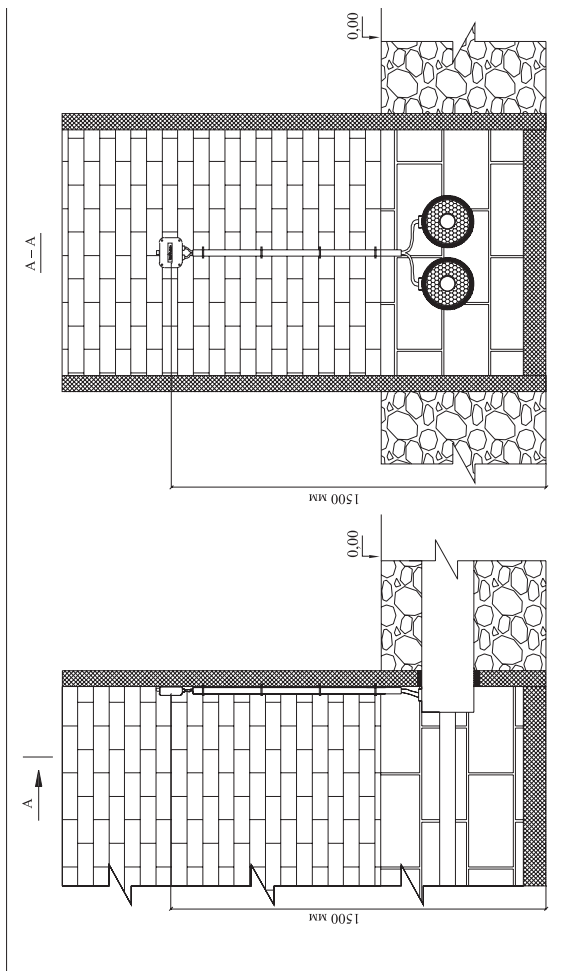

Рис. 5 «Установка терминала на стене здания»
6. При установке терминала внутри помещения (**Рис. 5**), просверлить в стене здания два отверстия (диаметром 6 мм и глубиной 30 мм) на уровне предполагаемого крепления терминала (H ~ 1,5 метра от пола).